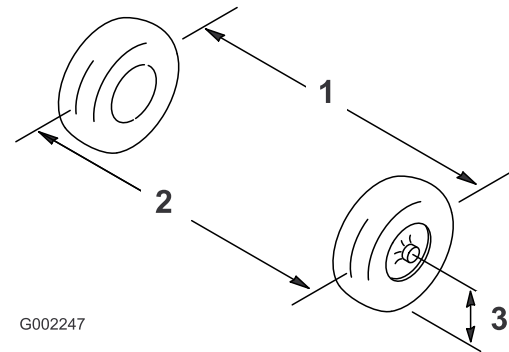

Bild 98
2. Messen Sie den Abstand zwischen beiden Vorderreifen auf Achshöhe (an der Vorder- und Rückseite der Vorderreifen) (Bild 98).